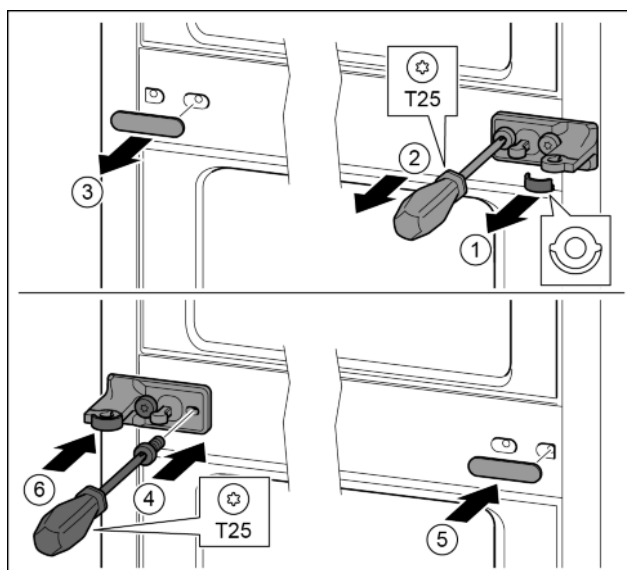

Fig. 13
- ▶ Noņemiet aplāksni. Fig. 13 (1)
- ▶ Ar skrūvgriezi T25 izskrūvējiet skrūves. Fig. 13 (2)
- ▶ Uzmanīgi noņemiet pārsegu. Fig. 13 (3)
- ▶ Stingri pieskrūvējiet gultņa balstu ar plēvi, pagrieztu par 180°, otrajā pusē. Fig. 13 (4)
- ▶ Piestipriniet pārsegu, pagrieztu par 180°, otrajā pusē. Fig. 13 (5)
- ▶ Uzbīdīet paplāksni no priekšas. Fig. 13 (6)